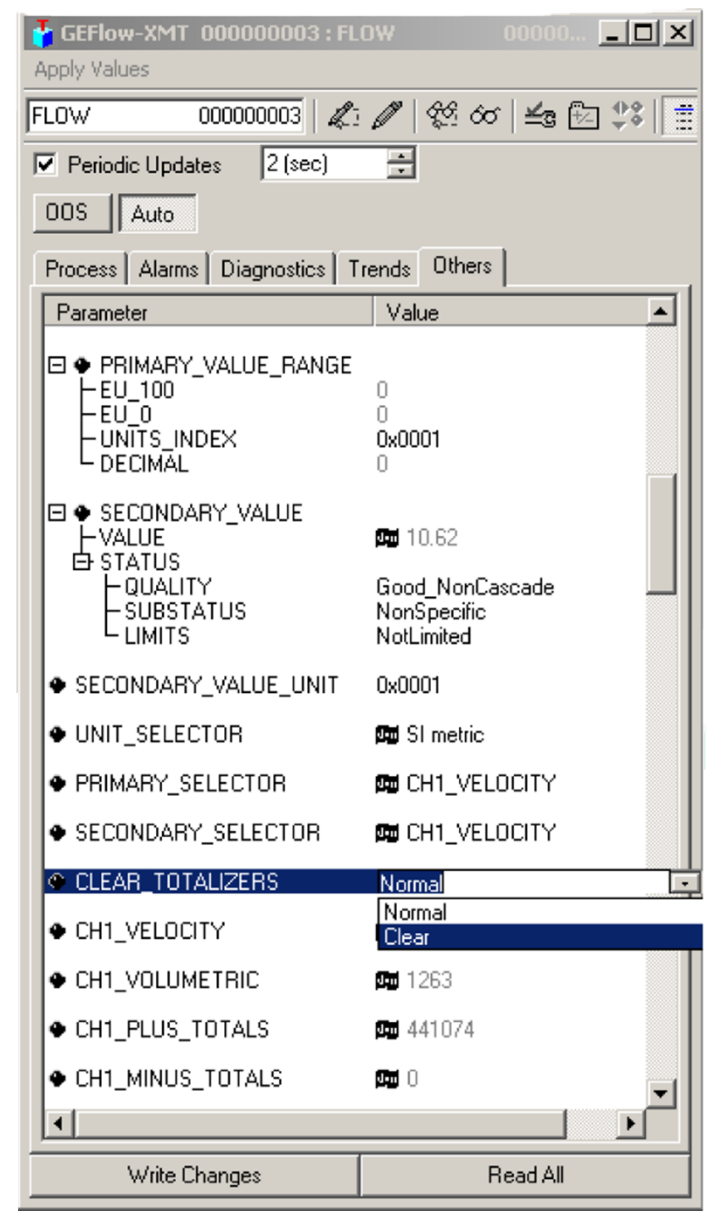

Figura 43: Lista desplegable Borrar totalizadores
3. Seleccione **Clear (Borrar)** del cuadro de lista desplegable (ver la figura 43).